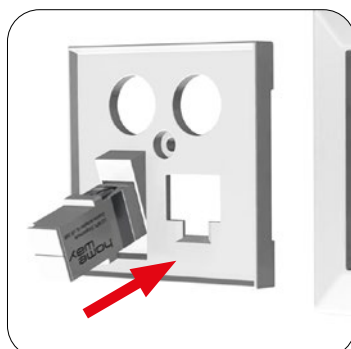

Abb.13: Kupplung in die Zentralplatte stecken
- ▶ Abb. 13: Kupplung von vorne in die Zentralplatte stecken. Die Seite mit den flachen Staubschutzkappen müssen dabei nach außen zeigen.